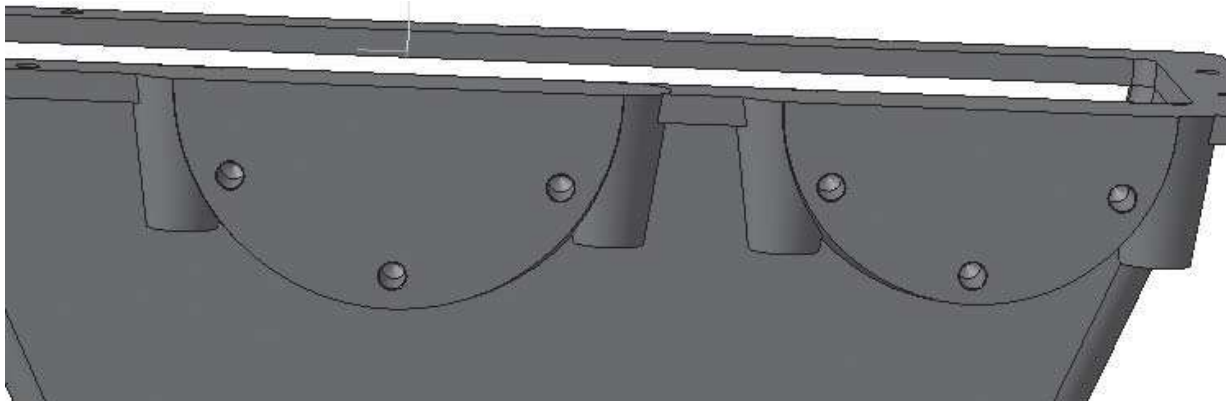

Рисунок 6.11 – Отвори під фіксуючі гвинти в місцях кріплення кришок підшипників
19. Виконаєте ще п'ять таких же отворів на тій же площині з такими координатами: на веденому валу - $(-73,61; 42,5)$ і $(73,61; 42,5)$, на ведучому валу - $(-259; 75)$, $(-194,05; 37,5)$ і $(-323,95; 37,5)$. Координати розміщення отворів можете розрахувати вручну, виходячи з того, що радіуси розміщених болтів на кришках веденого вала - 85 мм, ведучого - 75, а болти зміщені між собою на 60° . Отвори під гвинти показані на рис. 6.11.